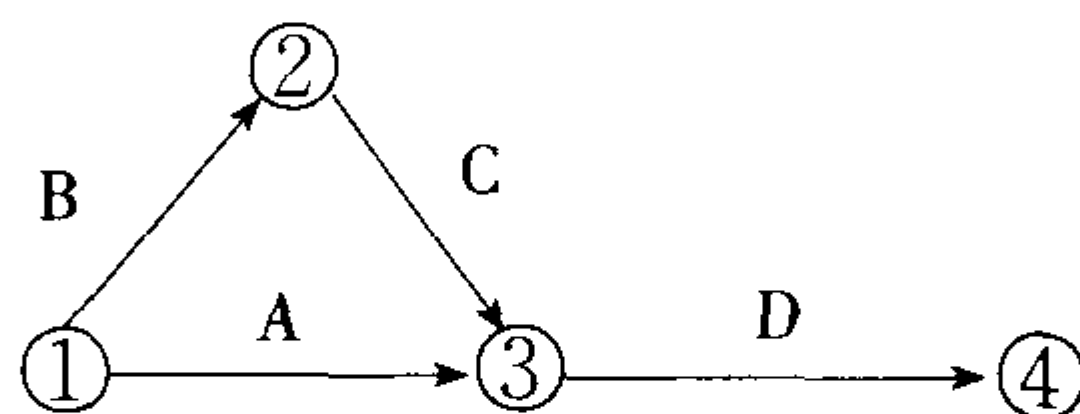
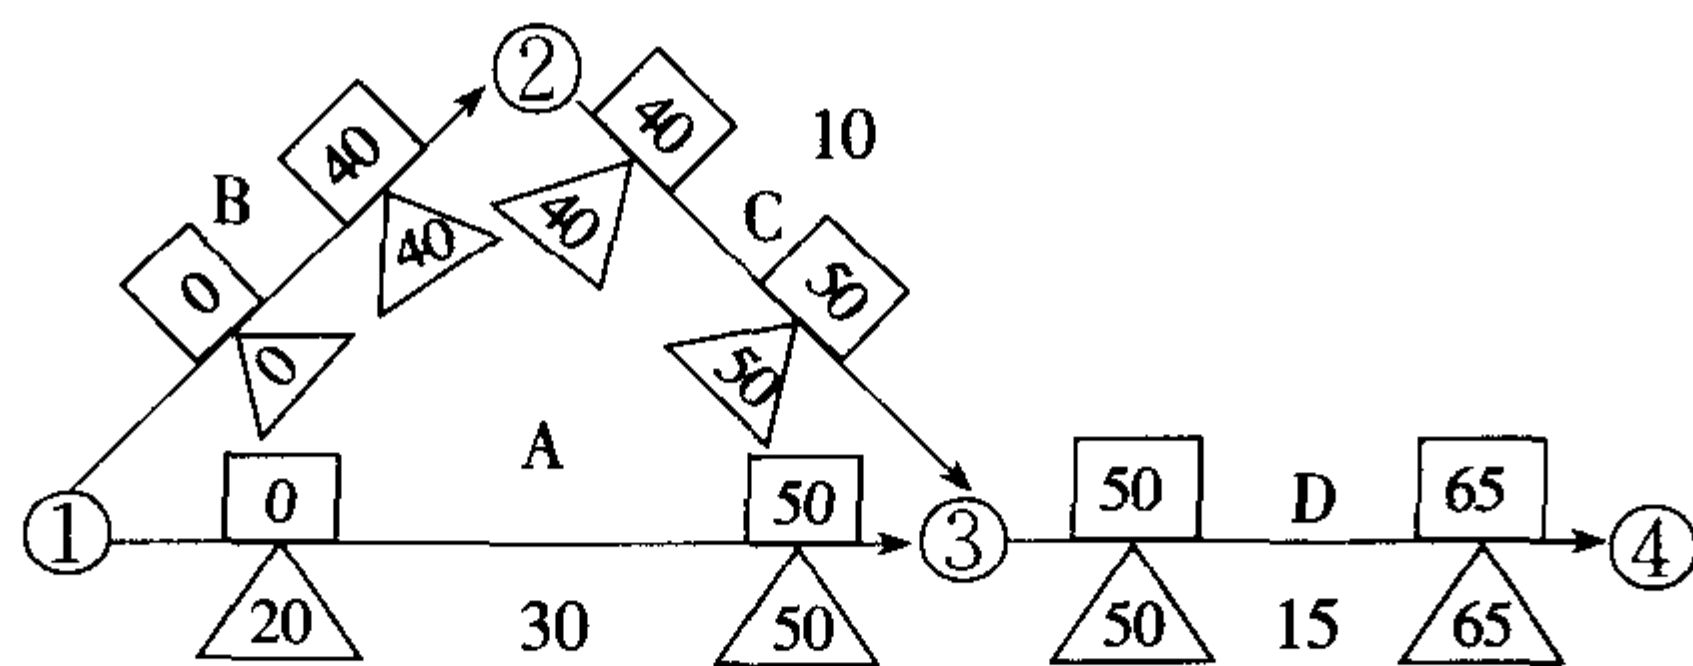

图 9-4
图 9-5
其矢线图如图 9-4:
(2) 结点日程和作业日程的概念。
由图 9-4 可知，从路线①→③→④有 20 天余量，在①→③中，最早开工时间是 0，最早结束时间是 30 天，接着要等 20 天，才可进行③→④的工作，若等 20 天，迟开工的时间是 20 天，则最迟结束的时间是 50 天。
若用□表示最早，用△表示最迟，那么图 9-4 可用图 9-5 的时间关系来表示。